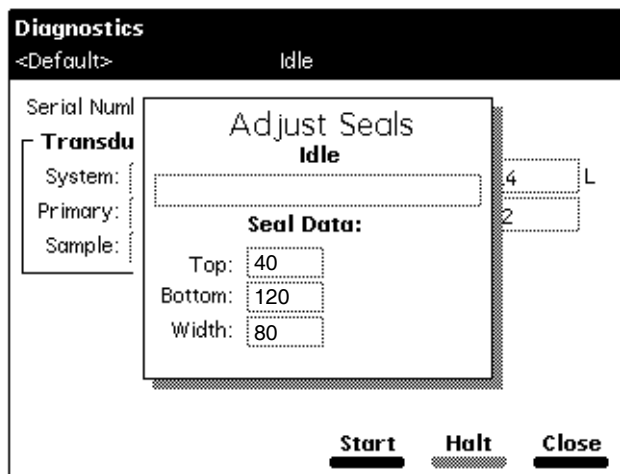

图 8-7 调整密封屏幕
1. 按 Diagnostics（诊断）屏幕中的 **Adjust Seals**（调整密封）屏幕键。出现 Adjust Seals（调整密封）对话框（图 8-7）。